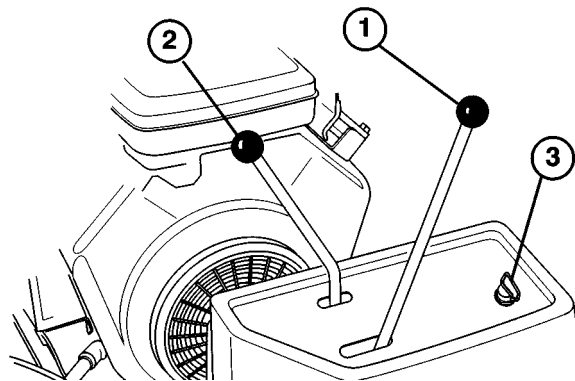
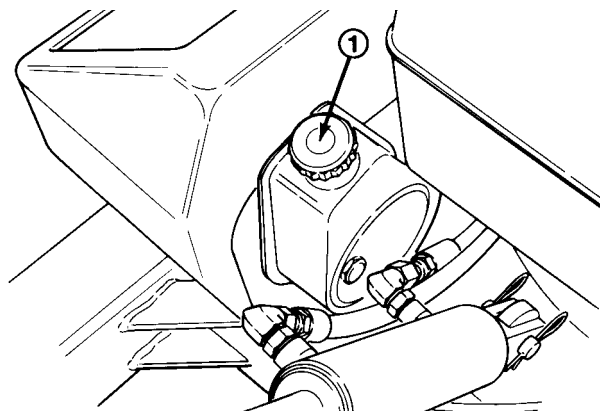

Fig. 6
Fig. 7
**Leva di comando della trazione** (Fig. 6)—Scegliere il cambio desiderato ed innestare la leva di comando della trazione per fare marcia avanti o retromarcia. Questa è una delle leve manuali con microinterruttore di sicurezza (Fig. 7).
**Leva della testa di carotaggio** (Fig. 6)—Alza ed abbassa la testa di carotaggio ed innesta e disinnesta la trasmissione.
**Interruttori di sicurezza a leva (2)** (Fig. 7)—Consentono al motore di funzionare quando la testa di carotaggio è abbassata, e mantengono innestata la leva di comando della trazione. Prima di innestare il comando della trazione o di abbassare la testa di carotaggio mentre il motore gira occorre attivare un interruttore a leva.
**Freno di esercizio** (Fig. 7)—Serve per rallentare.